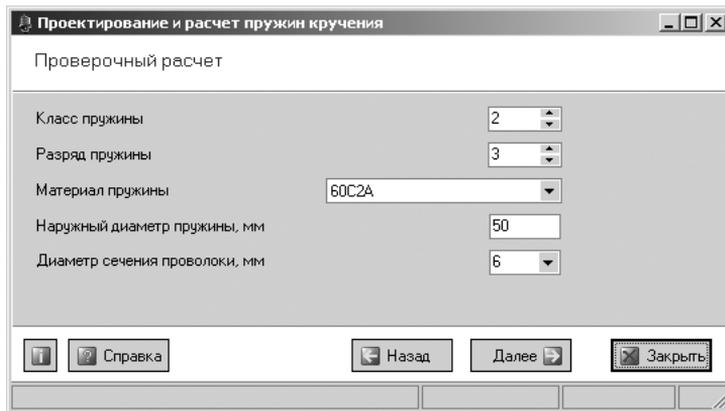

Рис. 4.106. Главное окно системы **Проектирование и расчет пружин кручения**
- щелкните в главном окне системы **Проектирование и расчет пружин кручения** по кнопке **Проверочный расчет**. Появится главное окно системы КОМПАС-SPRING. **Проектирование и расчет пружины кручения**, см. рис. 4.106.